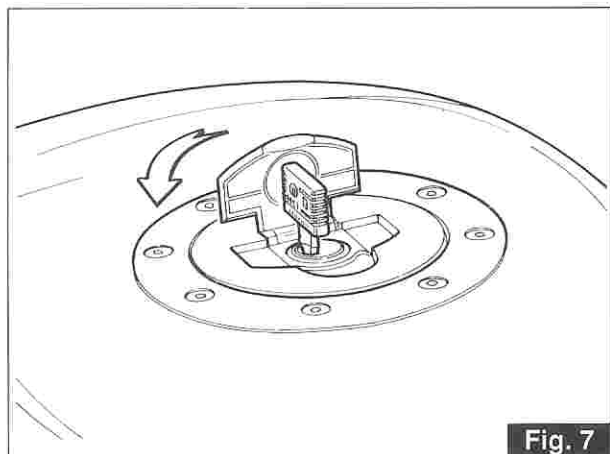

Fig. 7
3.11 TAPPO SERBATOIO CARBURANTE (fig. 7)
3.11 FUEL FILLER CAP (fig. 7)